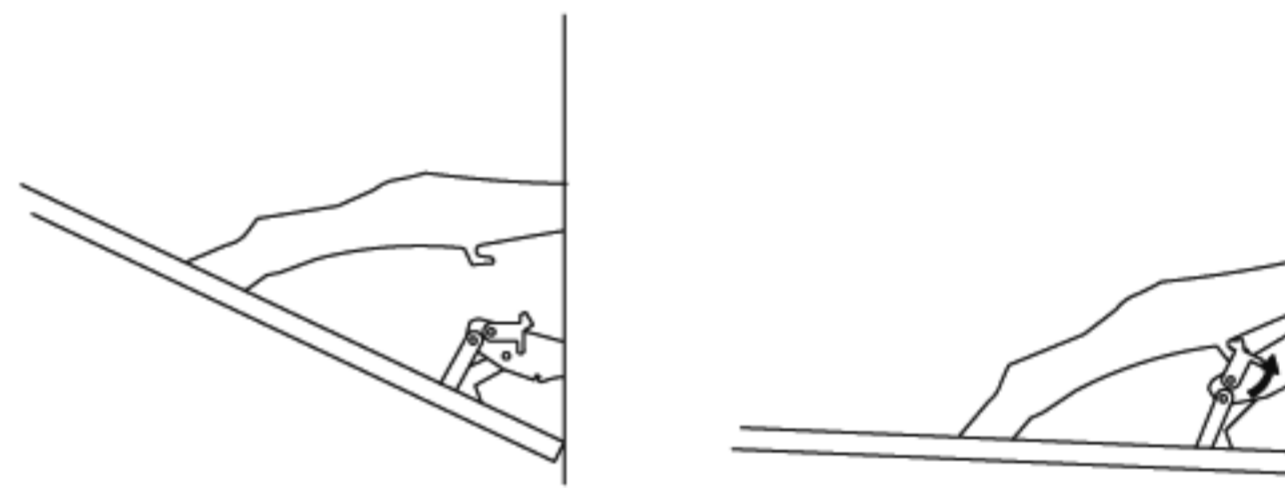

Fig : 10
- La porte du four peut se démonter, facilitant ainsi le nettoyage (Fig.10). Pour le démontage, ouvrez la porte, basculez les crochets de chaque charnière et tirez vers vous la porte. Au remontage, opérez de la façon inverse.